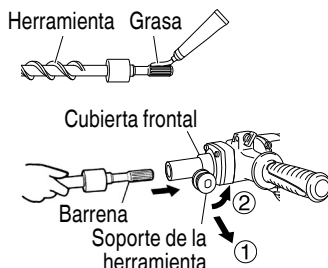

Fig. 3
- (1) Limpiar y engrasar la espiga con la grasa o aceite.
- (2) Tirar del sostén en la dirección de la flecha ① y rotar en la dirección de la flecha ② (la izquierda). Insertar planamente la barrena de herramienta en el orificio hexagonal de la cubierta frontal. (Fig. 3)